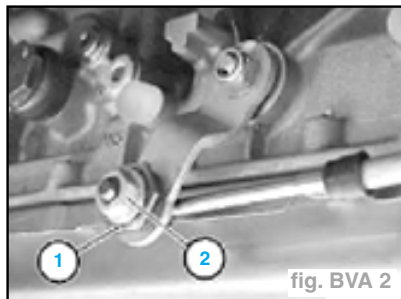

fig. BVA 2
- Retenir la douille de serrage (1) et desserrer l'écrou (2) (fig. BVA 2).